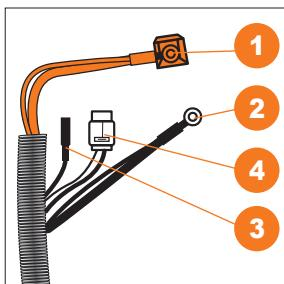

Рис. 17
- Провода кабеля панели управления: 1 красный - плюсовой кабель аккумулятора, 2 черный - минусовой кабель аккумулятора, 3 коричневый - кабель управления реле электростартера, 4 - кабель фары с белой фишкой (Рис. 17).
- Отверните крышку маслоналивной горловины (Рис. 17) из картера двигателя, достаньте щуп.
- Если уровень масла меньше нижней линии (L) на щупе, долейте масло до верхней линии (H) в картер двигателя через маслозаливную горловину.